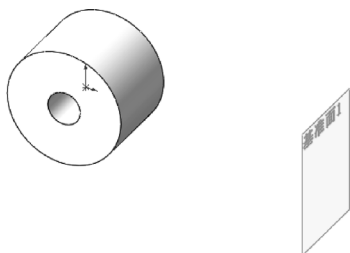

图 3-11 创建基准面 1
**04** 创建基准平面。在左侧的“FeatureManager 设计树”中用鼠标选择“右视基准面”作为绘制图形的基准面。单击“参考几何体”下拉列表中的“基准面”按钮，弹出“基准面”属性管理器，在“偏移距离”文本框中输入距离为 145.00，如图 3-10 所示；单击属性管理器中的“确定”按钮，生成基准面如图 3-11 所示。